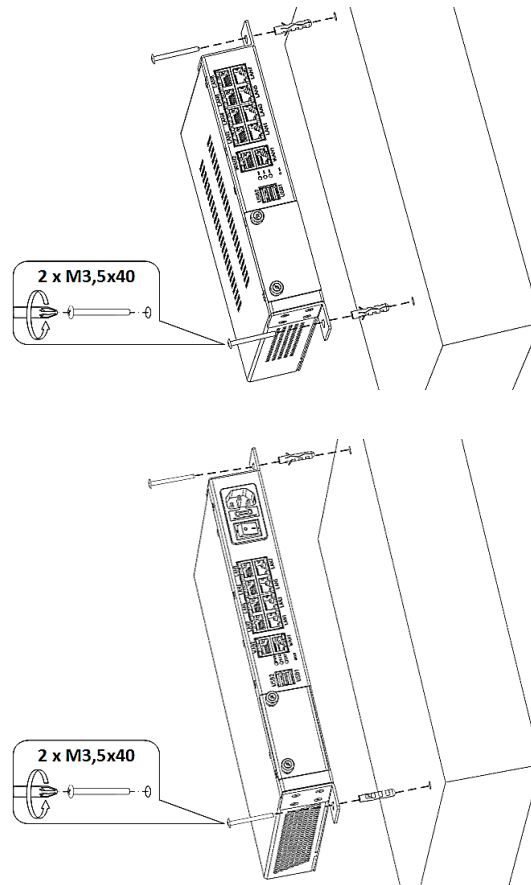

Рисунок 58 – Крепление изделий к стене с использованием комплекта КРПГ.465961.002
- наложите на дюбели уголок и вставьте крепеж в отверстия. Обязательно убедитесь, что изделие установлено ровно по горизонтали. После этого можно закручивать крепежи отверткой (рисунок 58).